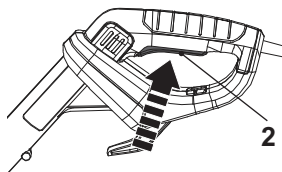

Fig. 15
1. Sujete el producto con una mano en el mango auxiliar (15) y con la otra en el mango principal (1).
2. Pulse el interruptor de encendido/apagado (2) para encender el producto (Fig. 15).
3. Suelte el interruptor de encendido/apagado (2) para apagar el producto.